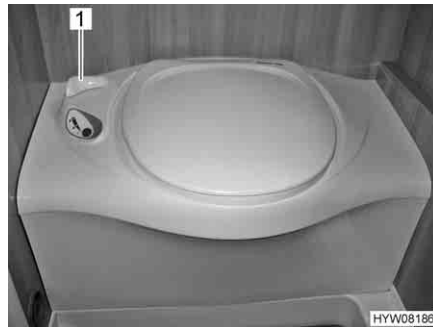

Bild 174 Thetford-toalett
- Öppna spjället på Thetford-toaletten före spolning. Därtill vrids spjällspaken (Bild 174,1) moturs.
- Efter spolning stängs spjället. Därtill vrids spjällspaken (Bild 174,1) medurs.